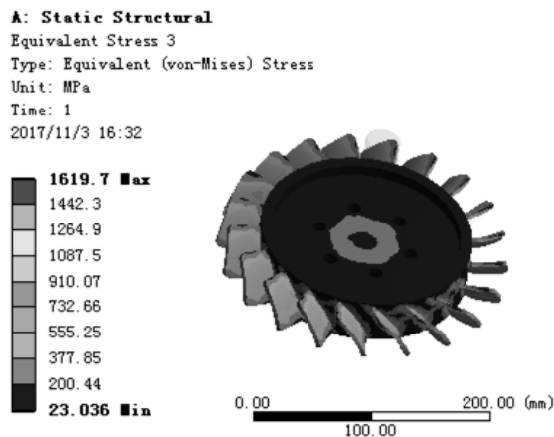

图 7.6.15 应力结果图解 (fly-wheel)
(5) 查看 fly-wheel 应力结果图解。在“Outline”窗口中选中  Equivalent Stress 3, 查看图 7.6.15 所示的零件 fly_wheel 的应力结果, 其最小应力为 23.036 MPa, 最大应力为 1619.7 MPa。